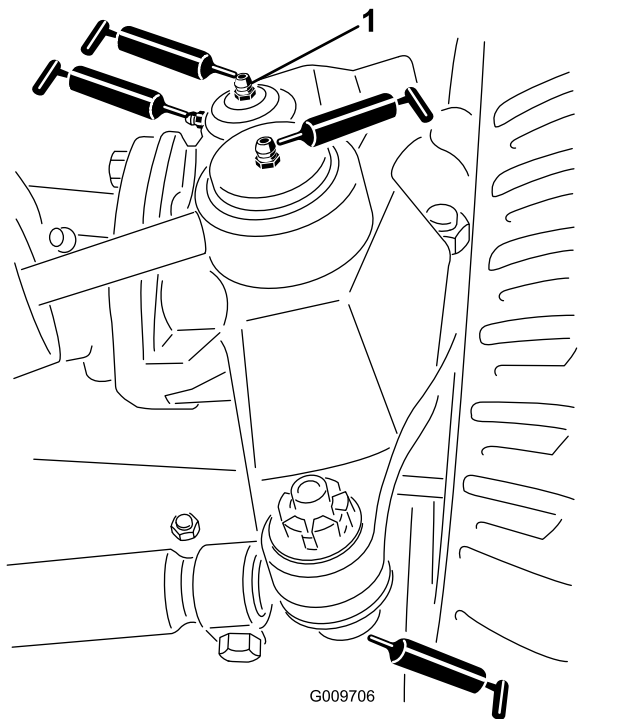

图 38
- 转向油缸球窝接头2 个如图 38 所示
- 横拉杆球窝接头2 个如图 38 所示
- 主销轴套2 个如图 38 所示